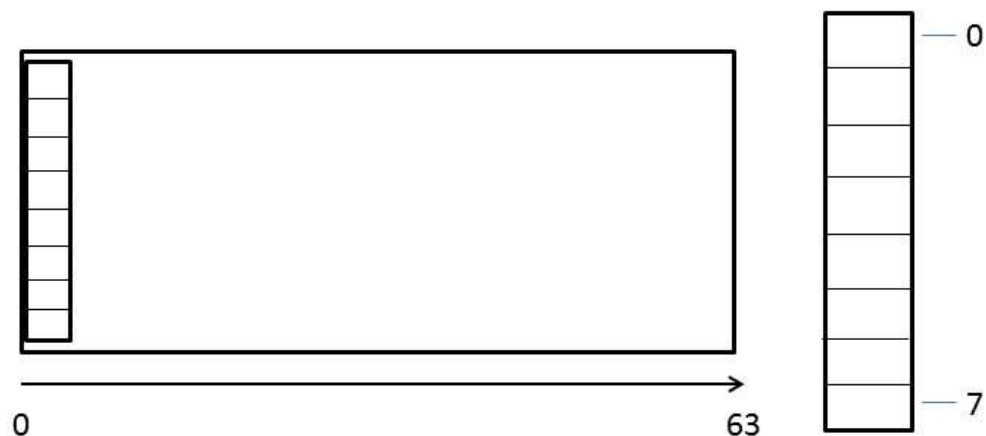

Рисунок 4.2 – Структура ОЗУ. Страница и ячейка памяти
3. установка адреса 1-байтной ячейки (см. рисунок 4.2)